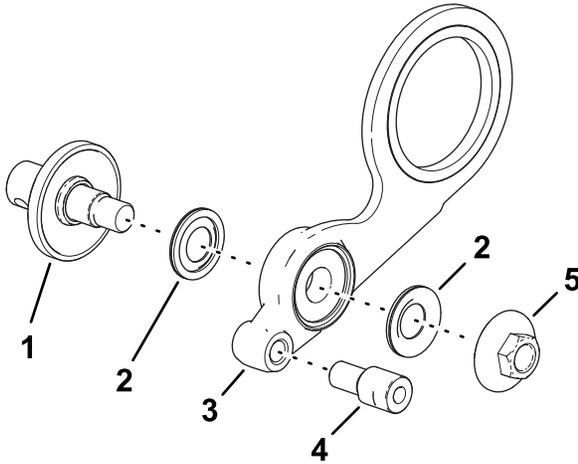
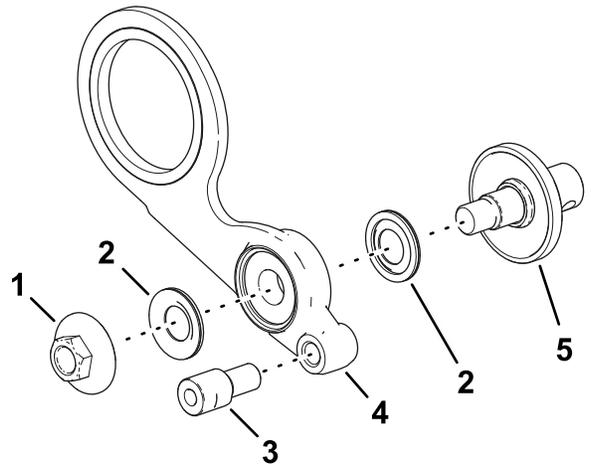

图 15
图 16
1. 将短轴组件、2个轴承挡板和凸缘螺母组装到怠轮总成上如图15所示。
注意 如果要在滚刀组的右侧安装怠轮总成请在怠轮总成的对侧组装短轴和凸缘螺母图16。
2. 将调节环组装到怠轮总成的螺纹孔中图15或图16。